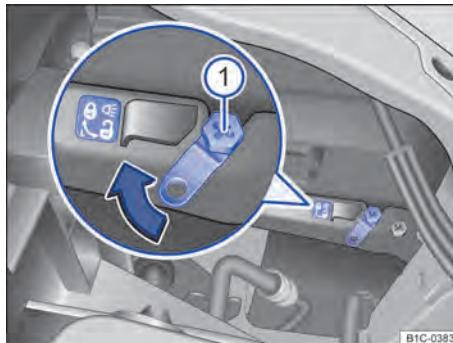

Fig. 178 No compartimento do motor: alavanca de destravamento do farol dianteiro esquerdo.
4. Travar a carcaça do farol. Para isso, enfiar a chave de fenda Phillips ⇒ Página 278 na alavanca de destravamento ⇒ **Fig. 178** **1**.
6. Atentar para que a marcação vermelha da alavanca de destravamento ⇒ **Fig. 178** não esteja mais visível. Se, após o travamento, a marcação vermelha continuar visível, o farol não está corretamente fixado e as etapas de montagem devem ser repetidas.